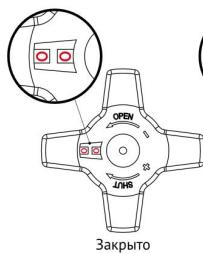

рис.3
- Полностью закройте клапан, значение индикатора показывает 0,0 (см. рис.3).